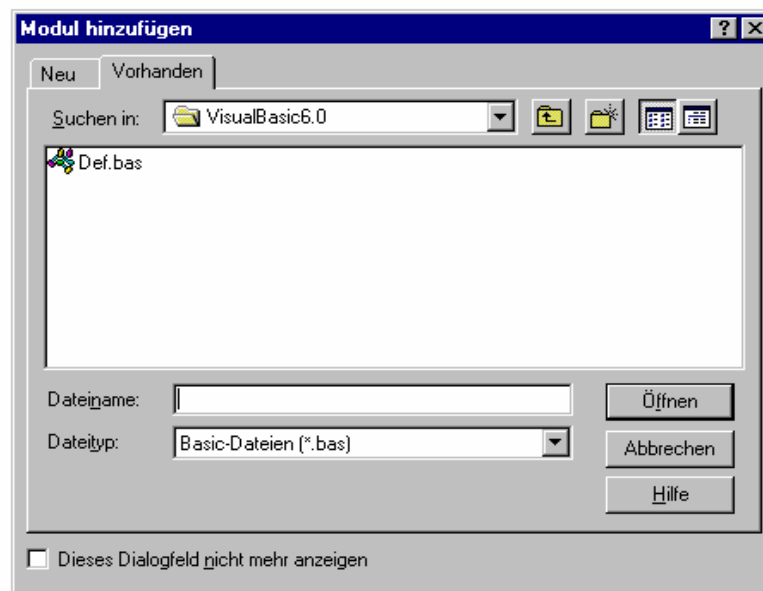

Abbildung 2.2: Modul einfügen in Visual Basic
**Zweiter Schritt:** Das Programmmodul 'Def.bas' muss eingebunden werden. Dazu wird im Menü 'Projekt' der Menüpunkt 'Modul hinzufügen' angewählt. Im Reiter 'Vorhanden' kann darauf die Datei 'Def.bas' ausgewählt und hinzugefügt werden. Die Abbildung 2.2 zeigt diesen Vorgang.